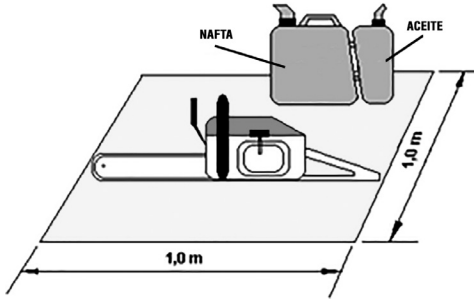

Fig. 3 – Uso de lona durante el abastecimiento
- k. Utilice una lona durante el abastecimiento y limpieza del equipo en campo (Fig.3).